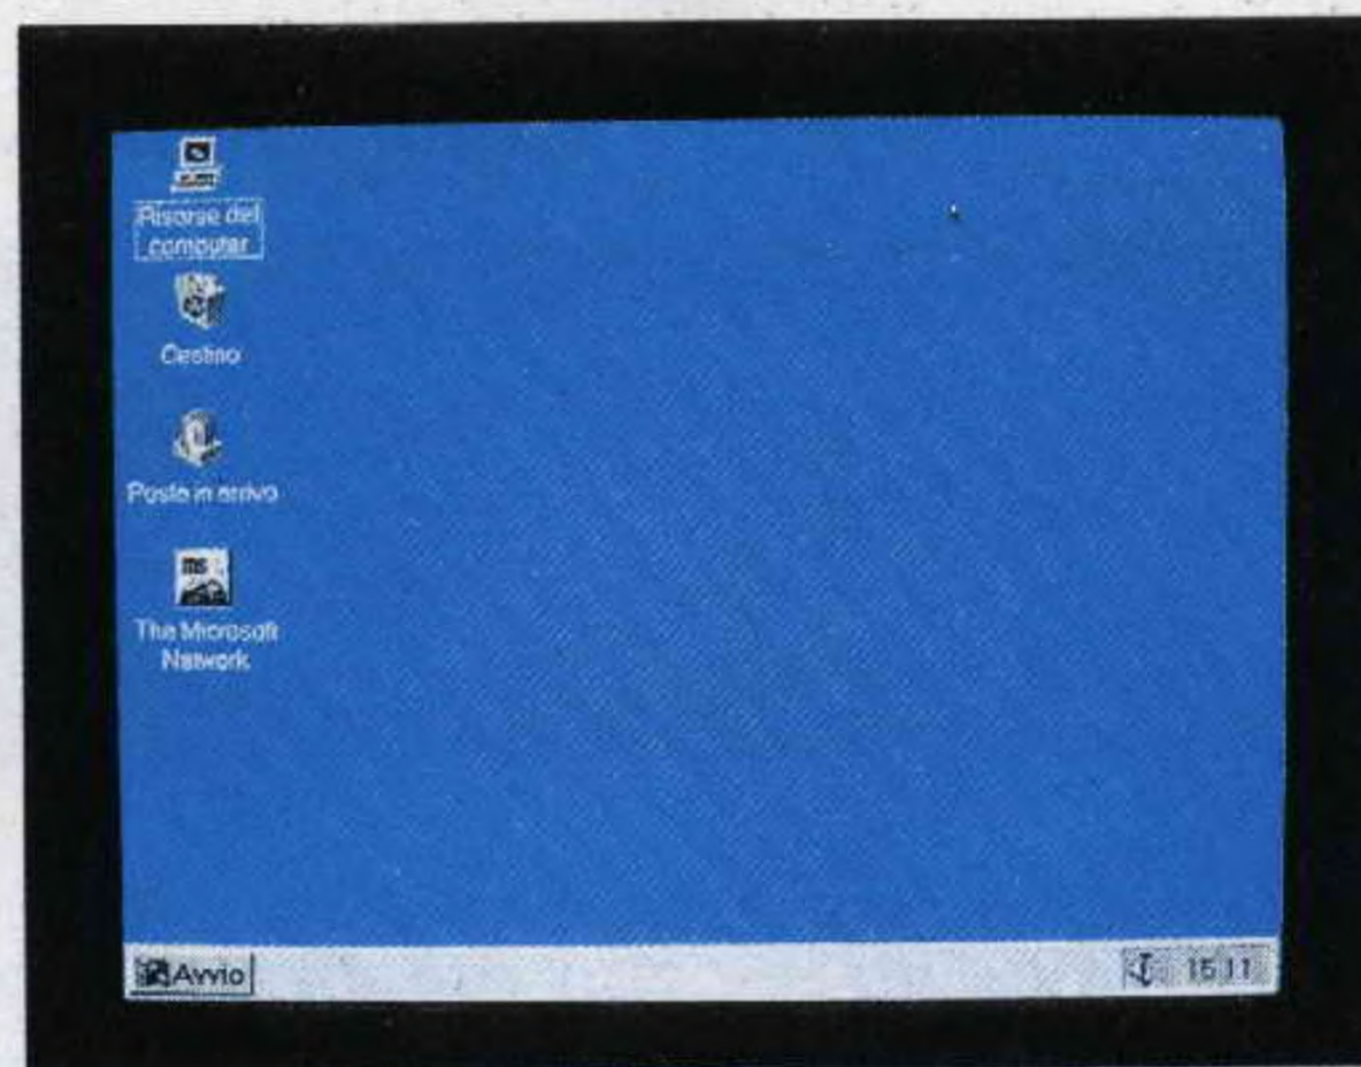

Fig.5 Portate cioè il cursore sulla riga con la scritta **NORMALE** poi pigiate Enter in modo da ritornare in Windows 95.
Apparirà la schermata principale di **WINDOWS 95** (vedi fig.5).
- Eseguita questa operazione dovrete **necessariamente** uscire da **WINDOWS 95**, quindi portate il cursore sulla finestra posta in basso a sinistra dove è scritto **AVVIO** (vedi fig.5) e cliccate.